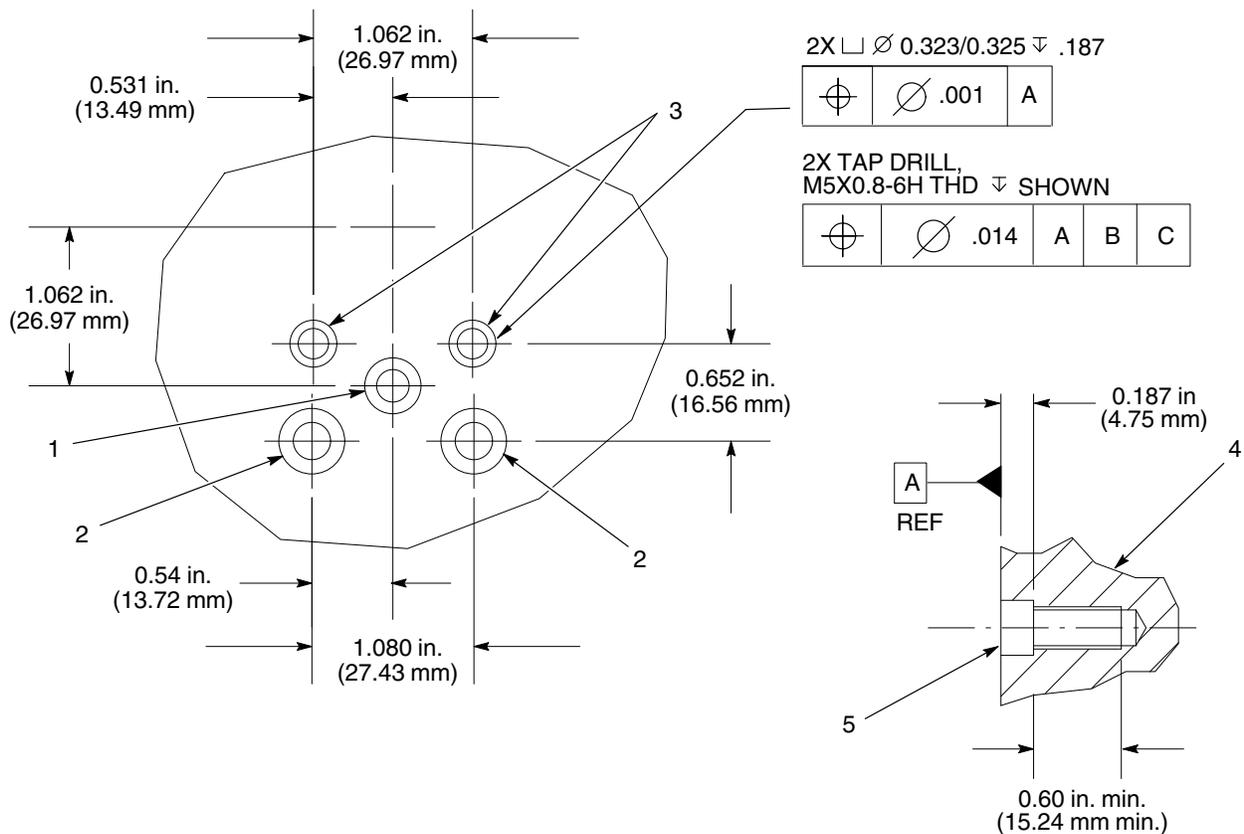

Abb. 4 Maße für Verteilerblockmontage
Siehe Abbildung 4 zu den Werten für die Montage des Auftragskopfes an einem Verteilerblock. Zusätzlich zu den Montagebohrungen (3) Löcher für den Materialeinlass (1) und Temperaturkonditionierungsanschlüsse (2) bohren.